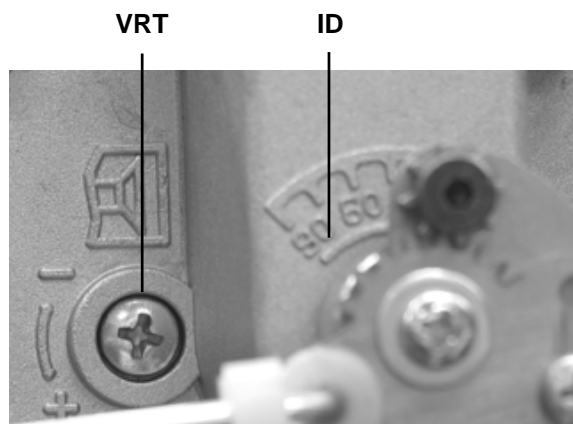
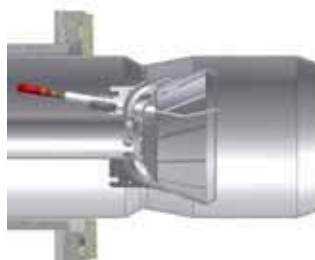

Рис. 11
Рис. 12: Голова сгорания, выдвинутая полностью вперед
- 8 На заводе-изготовителе голова сгорания горелки настраивается на положение максимальной мощности "MAX". Настройка на максимальную мощность соответствует положению головы "выдвинута полностью вперед" - для стандартного типа горелок (Рис. 12) и положению "полностью назад" - для горелок с низкими выбросами NOx (Рис. 13). Установка головы в положении "полностью вперед" - подразумевает под собой ее выдвижение внутрь камеры сгорания котла, в то время положение "полностью назад" означает - в сторону оператора. Что касается работы на сниженной мощности, необходимо последовательно сдвинуть голову сгорания по направлению положения "МИН", вращая винт **VRT** (Рис. 11) по часовой стрелке. Индикатор D указывает на перемещение головы сгорания.